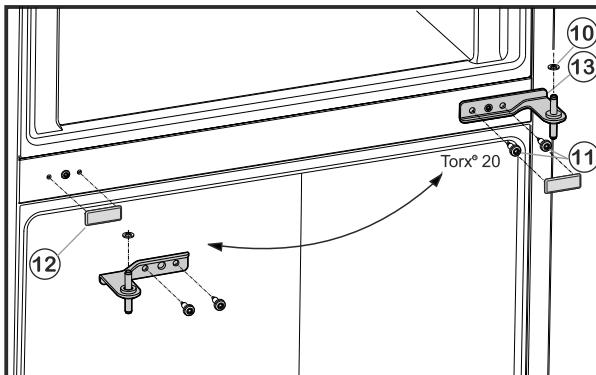

Fig. 6
- ▶ Развийте закрепващите винтове Fig. 6 (11)(2 x Torx® 20) и извадете средната лагерна опора от долната врата.
- ▶ Свалете пластмасовия диск Fig. 6 (10).
- ▶ Изтеглете внимателно капака Fig. 6 (12).
- ▶ Поставете капака Fig. 6 (12) отново на срещуположната страна.
- ▶ Поставете средната лагерна опора Fig. 6 (13) завъртана на 180° в долната врата и я завийте със закрепващите винтове Fig. 6 (11) (2 x Torx® 20) върху новата шарнирна страна (**с 4 Nm**).
▶ Поставете отново пластмасовия диск Fig. 6 (10).
- ▶ Поставете горната врата върху лагерната опора в средата Fig. 6 (13).